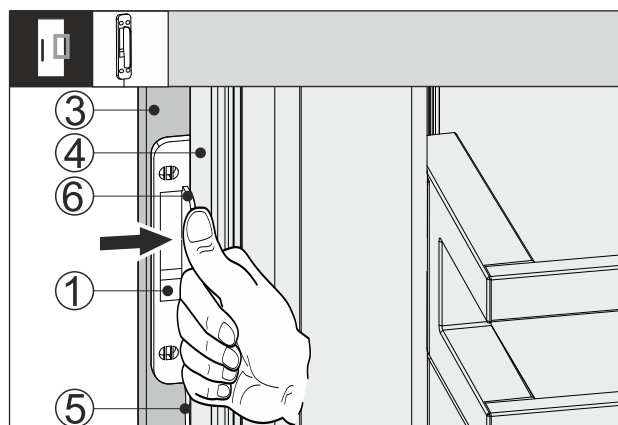

Fig. 65
- Spingere il sensore di battito in testa Fig. 65 (1) tra la parte frontale del mobile Fig. 65 (3) e la porta dell'apparecchio Fig. 65 (4), in modo che il cavo Fig. 65 (5) si tenda leggermente. La battuta di arresto Fig. 65 (6) del sensore di battito in testa appoggia sulla porta dell'apparecchio Fig. 65 (4).
- Premere il sensore di battito in testa Fig. 65 (1) sulla parte frontale del mobile Fig. 65 (3).
- Il sensore di battito in testa Fig. 65 (1) è attaccato. L'attacco del sensore di battito in testa ottimizza la trasmissione del segnale di battito in testa.
Il fissaggio permanente del sensore di battito in testa Fig. 65 (1) aumenta la durata utile.
- Avvitare il sensore di battito in testa Fig. 65 (1) alla parte frontale del mobile Fig. 65 (3) con le viti fornite in dotazione.